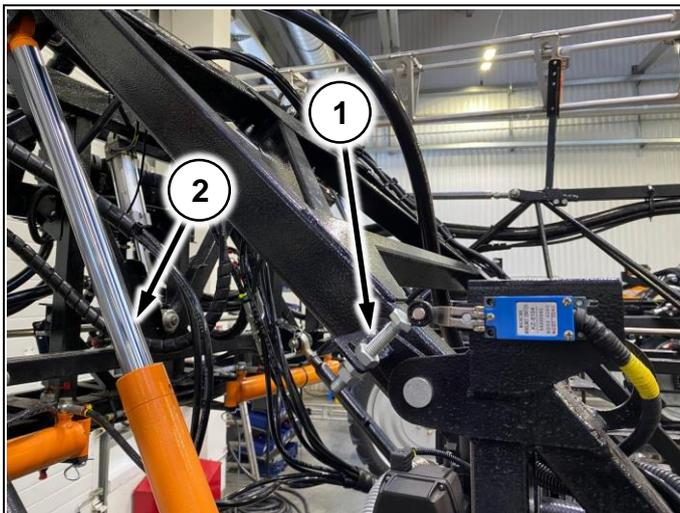

Рис. 200
- 1) Опустите болт концевика вниз (Рис. 200/1);
- 3) Поднимите болт (Рис. 200/1) до срабатывания концевика (щелчек). И после выверните болт еще на 2 оборота;
- 4) Сделайте отметку на штоке гидроцилиндра 100мм от корпуса (Рис. 200/2);